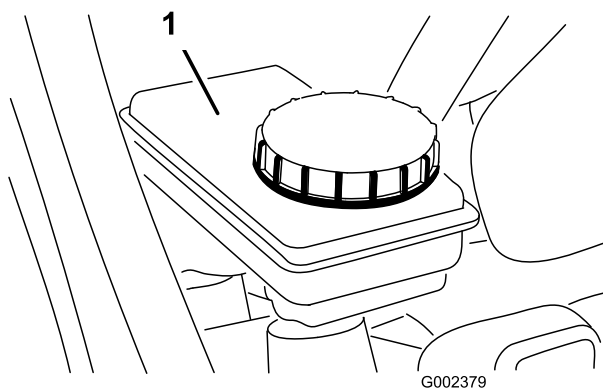

Figura 25
- Il livello del fluido deve raggiungere la linea di pieno sul serbatoio (Figura 25).